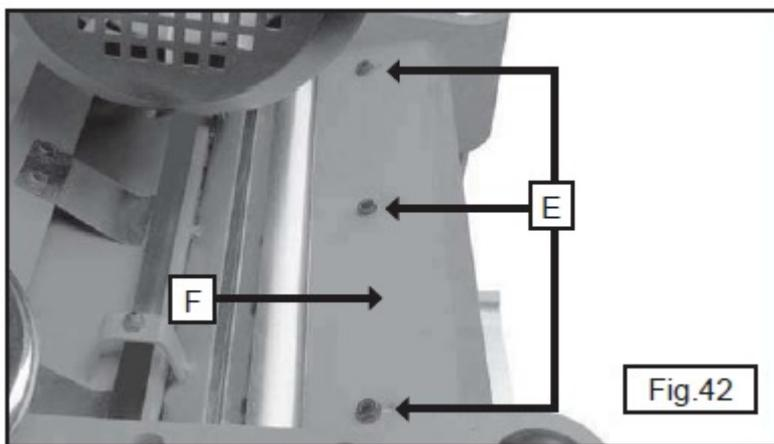

Рис. 42
3. Вывернуть три болта (Е), рис. 42, и снять отражатель стружки (F).